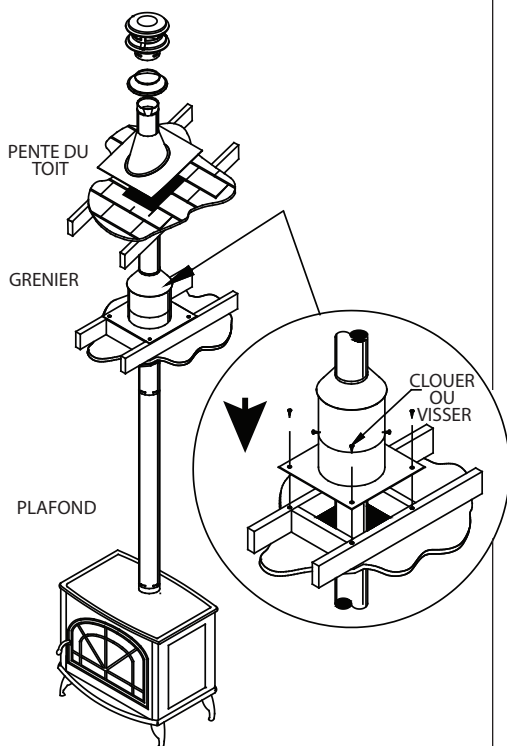

Figure 6
PelletVent Pro ne nécessite pas d'autre produit d'étanchéité pour les joints de tuyaux, mais un tel produit peut être utilisé dans certaines circonstances. Sceller le chevauchement du revêtement intérieur à l'extrémité mâle du tuyau pour de meilleurs résultats (**Figure 6**)
G. Lorsque le PelletVent Pro entre dans le grenier, poser un écran d'isolation de grenier autour du conduit (Figure 6). Cela empêchera l'isolant et les débris de s'accumuler près du tuyau de ventilation. Utiliser (4) clous ou vis